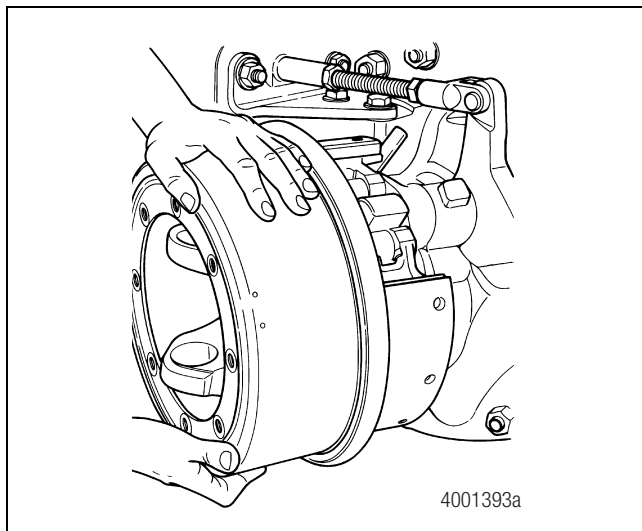

Figure 5.27
10. Installer le tambour de frein sur la bride de chape. Poser les écrous et rondelles. Serrer les écrous au couple de 85 à 115 lb-pi (116 à 155 N·m). Figure 5.27.